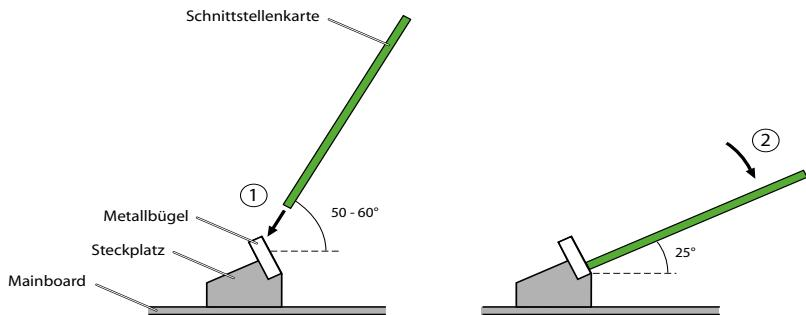

Fig. 22 Schnittstellenkarte bestücken
3. Platzieren Sie die Schnittstellenkarte leicht angewinkelt in den gewünschten Steckplatz (siehe Fig. 22). Die abgewinkelte Seite der Schnittstellenkarte muss dabei nach hinten zeigen (sie darf also nicht über die Verdrahtungsadapter-Steckplätze hinausragen).